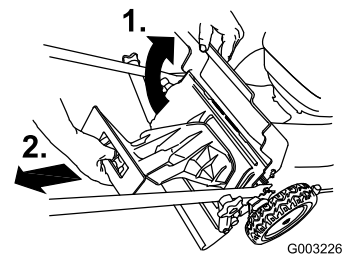

Figure 22
1. Soulevez le volet arrière et gardez-le dans cette position (Figure 22).
2. Retirez l'obturateur de l'éjecteur arrière (Figure 22).